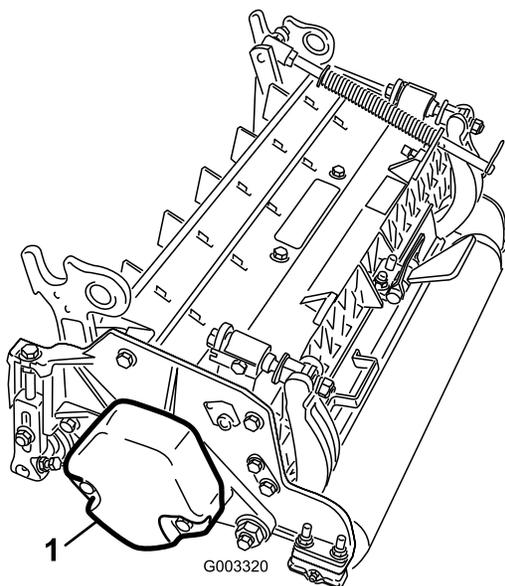

Figura 4
4. Certifique-se de que o contrapeso (Figura 4) está instalado na extremidade adequada da unidade de corte conforme descrito no *Manual do utilizador da unidade de corte*.